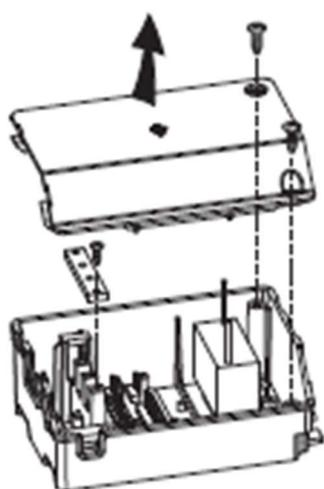

Рис.1
2. Найдите распределительную коробку, открутите винты на крышке распределительной коробки, затем снимите крышку (рис. 1)